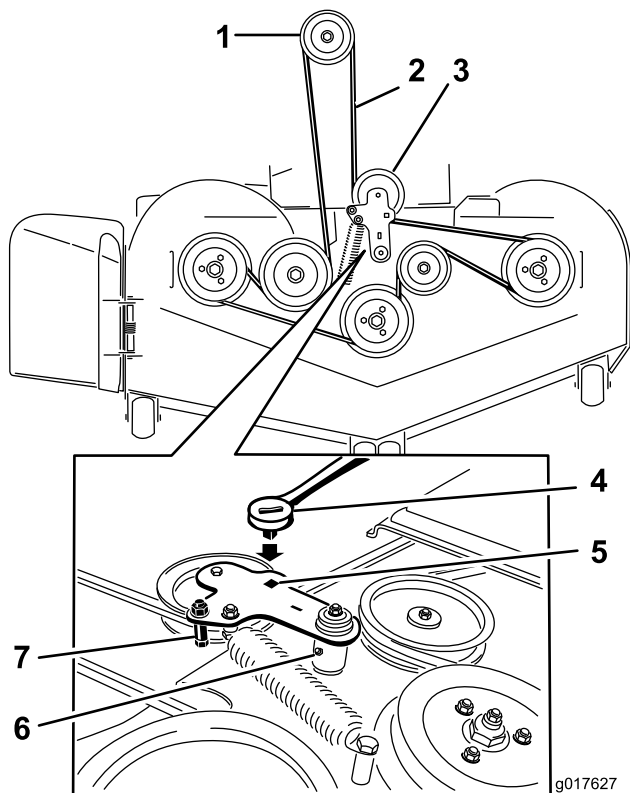

Figure 56
5. Insérez un rochet dans le trou carré du bras de la poulie de tension pour détendre le ressort de la poulie de tension (Figure 56).
7. Enlevez le guide de courroie situé sur le bras de la poulie de tension rappelée par ressort, comme montré à la Figure 56.
9. Acheminez la courroie neuve autour des poulies du tablier de coupe et de la poulie d'embrayage, sous le moteur (Figure 56).
10. Montez le guide de courroie sur le bras de la poulie de tension, comme montré à la Figure 56.
11. Insérez le rochet dans le trou carré et montez le ressort de la poulie de tension (Figure 56).